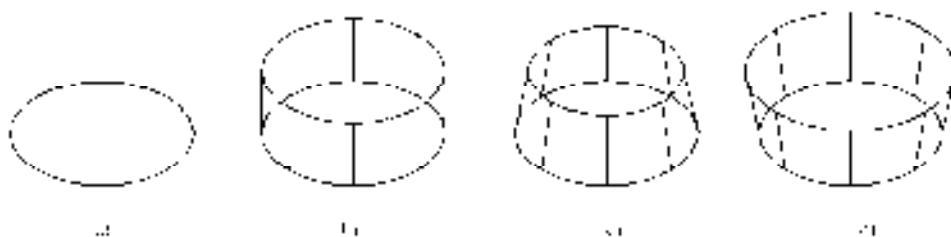

图 10-49 拉伸圆
- 1) 拉伸高度: 按指定的高度拉伸出三维建模对象。输入高度值后, 根据实际需要, 指定拉伸的倾斜角度。如果指定的角度为 0, AutoCAD 则把二维对象按指定的高度拉伸成柱体; 如果输入角度值, 拉伸后建模截面沿拉伸方向按此角度变化, 成为一个棱台或圆台体。图 10-49 所示为不同角度拉伸圆的结果。